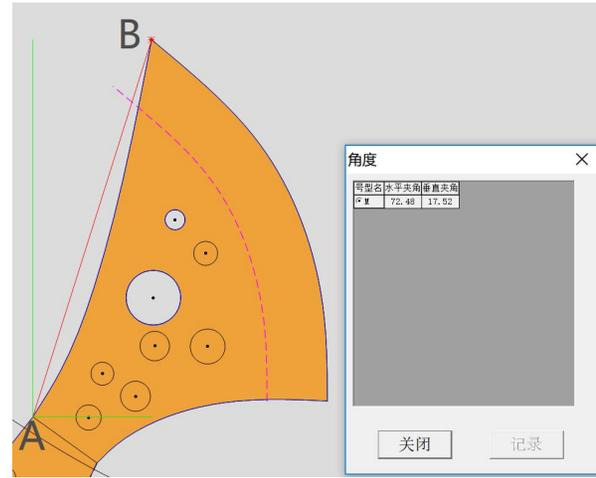

图 21.4
- (4) 长按 Shift 键，在工作区依次点击需要测量的两点（如图 21.4 中的点 A、点 B），弹出角度测量对话框，即可得出角度数据。